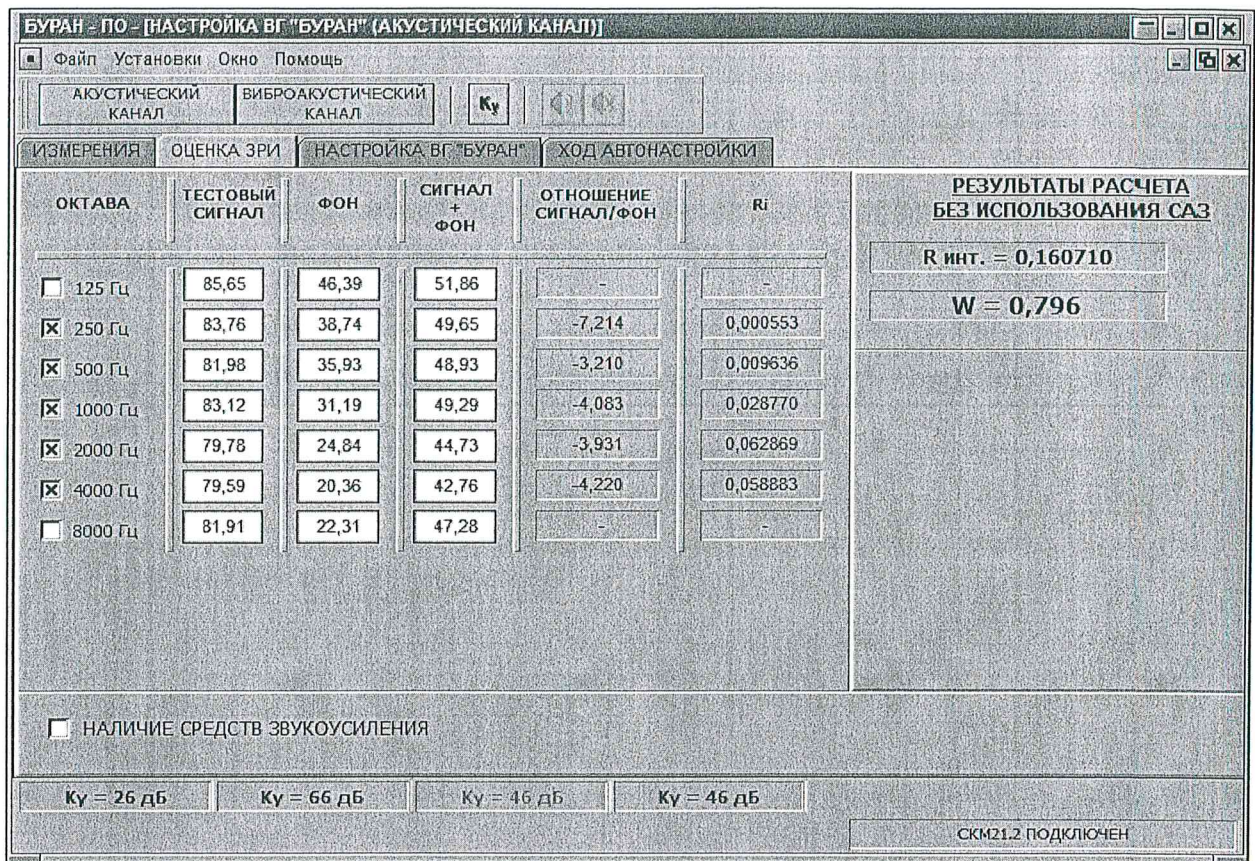

Рисунок 32 – Вид экранной формы «АКУСТИЧЕСКИЙ КАНАЛ» с вкладкой «ОЦЕНКА ЗРИ»
7.13.8.8 После проведения всех измерений, указанных в 7.13.8.7 необходимо перейти к вкладке «ОЦЕНКА ЗРИ», при этом на монитор «выводится» экранная форма, приведенная на рис. 32.